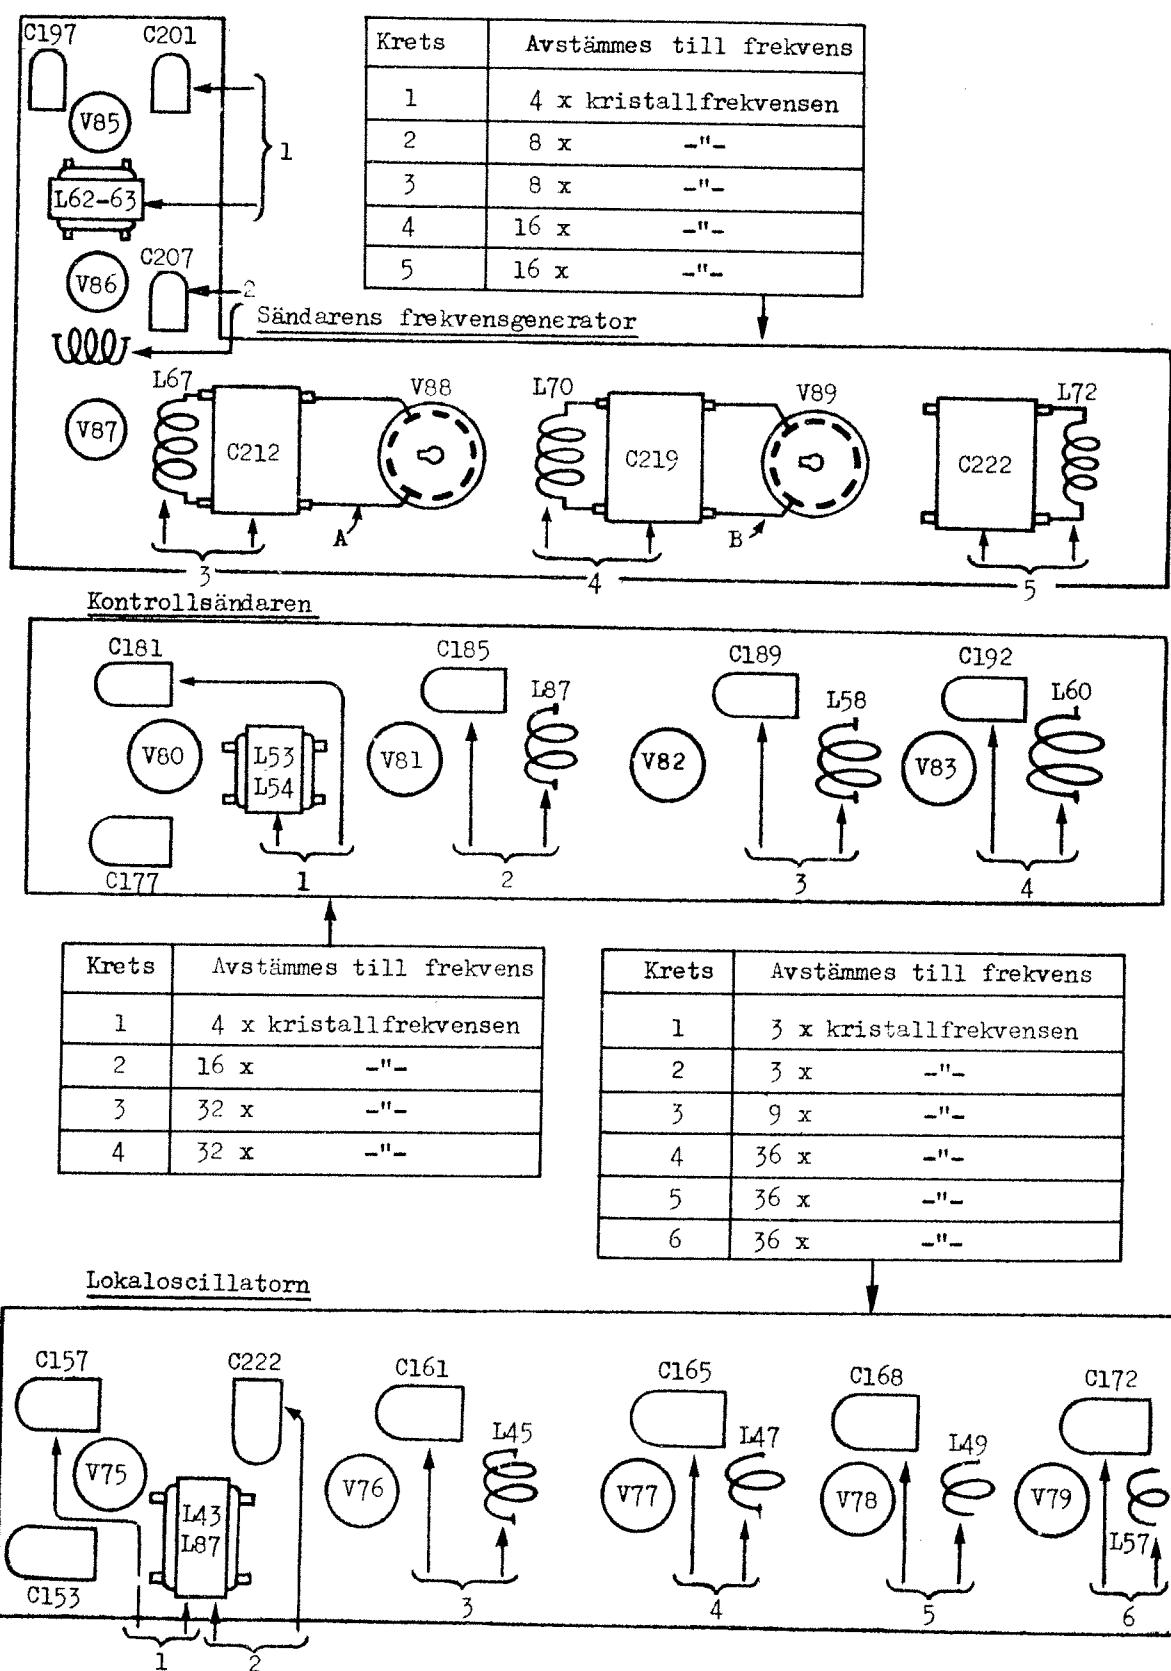
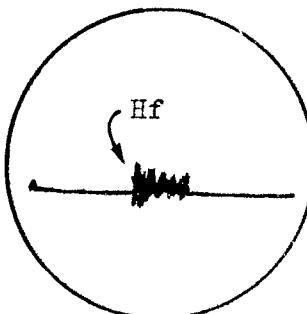

Fig 4.
Fig 9.
av Grid-Dip meter till sina resp frekvenser enl fig 4.
ANM. Om kretsarna är så oavstämda att trimming enl pos 15 - 16 ej går att utföra, trimmas kretsarna till sina resp frekvenser med hjälp av Grid-Dip meter enl fig 4.
17. Anslut provsladden till p A fig 4 och trimma C 212 tills Hf uppträder enl fig 9.
18. Anslut provsladden till p B, fig 4 och trimma C 219 tills Hf uppträder enl fig 9. Eftertrimma C 212. Trimma C 201 och C 207.